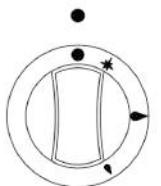

Fig 1
- Pour éteindre complètement les brûleurs (principal et veilleuse), tournez le bouton correspondant dans le sens des aiguilles d'une montre jusqu'à la position fermée (Fig. 1).
- Montez les nouvelles charnières indiquées sur la figure 1.